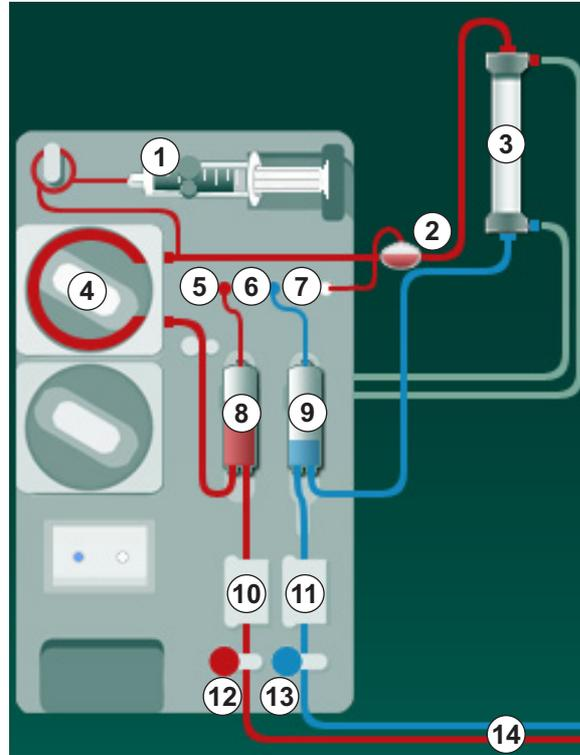

Abb. 3-2 Funktionsweise – Single-Needle-Cross-Over
Bei geschlossener venöser (Abb. 3-2 Funktionsweise – Single-Needle-Cross-Over (35), ⑬) und geöffneter arterieller Schlauchabsperrklemme ⑫ fördert die Blutpumpe ④ Blut vom Patienten durch den Dialysator ③ in die venöse Kammer ⑨ . Der Druck in der venösen Kammer ⑨ wird über den venösen Drucksensor ⑥ überwacht. Ist der eingestellte obere Umschaltdruck erreicht, wird die Blutpumpe ④ ausgeschaltet und die venöse Schlauchabsperrklemme ⑬ öffnet sich. Bedingt durch den Druck in der venösen Kammer ⑨ fließt Blut bis zum Erreichen des unteren Umschaltdrucks durch den Dialysator ③ zum Patienten zurück. Ist der untere Umschaltdruck in der venösen Kammer ⑨ erreicht oder die eingestellte Rücklaufzeit verstrichen, schließt sich die venöse Schlauchabsperrklemme ⑬ . Kurz danach öffnet sich die arterielle Schlauchabsperrklemme ⑫ . Die Blutpumpe ④ wird eingeschaltet und der Prozess beginnt von neuem mit der Blutentnahme vom Patienten.